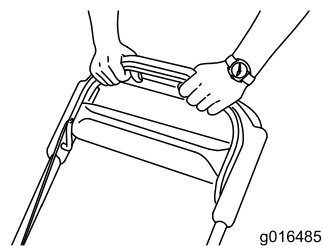

Рисунок 22
3. Удерживайте штангу управления ножом прижатой к рукоятке (Рисунок 22).
1. Поднимите и удерживайте задний отражатель (Рисунок 22).
2. Снимите заднюю выпускную пробку, нажав вниз на защелку большим пальцем и вытянув пробку из машины (Рисунок 22).